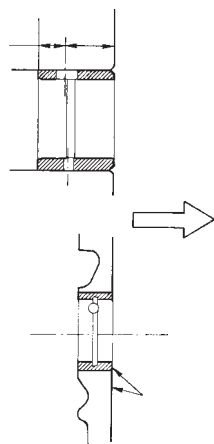

Fig. 76 Pose de la bague
**ATTENTION !** Enfoncer la bague à partir du bord avant du bloc avec le côté chanfreiné de la bague tourné vers l'avant (figure 76).